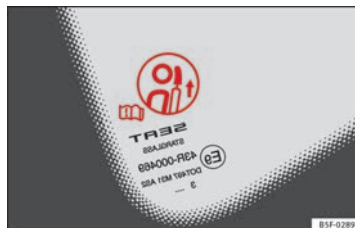

Abb. 5 Warnschild für Kopfstützenstellung
- Wenn sich Insassen auf den Rücksitzen befinden, dürfen die Kopfstützen keinesfalls auf die Außergebrauchsstellung eingestellt sein. Siehe Warnaufkleber am hinteren kleinen Seitenfester → Abb. 5.